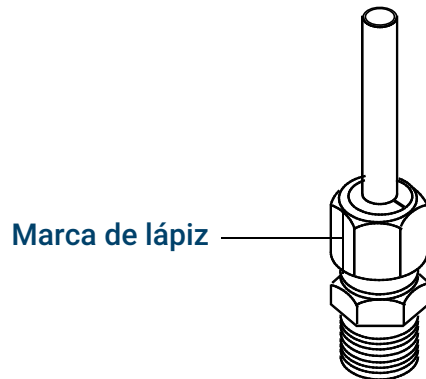

Figura 18. Marcado de la conexión
6. Marque la tuerca con un lápiz. Consulte la Figura 18.